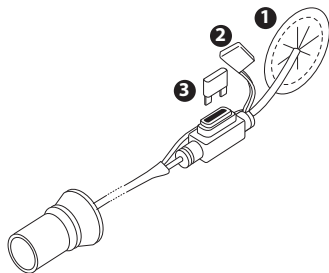

Abbildung 2: Austauschen der Akkusicherung
2. Nehmen Sie den Sicherungshalter heraus. Siehe Abbildung 2.